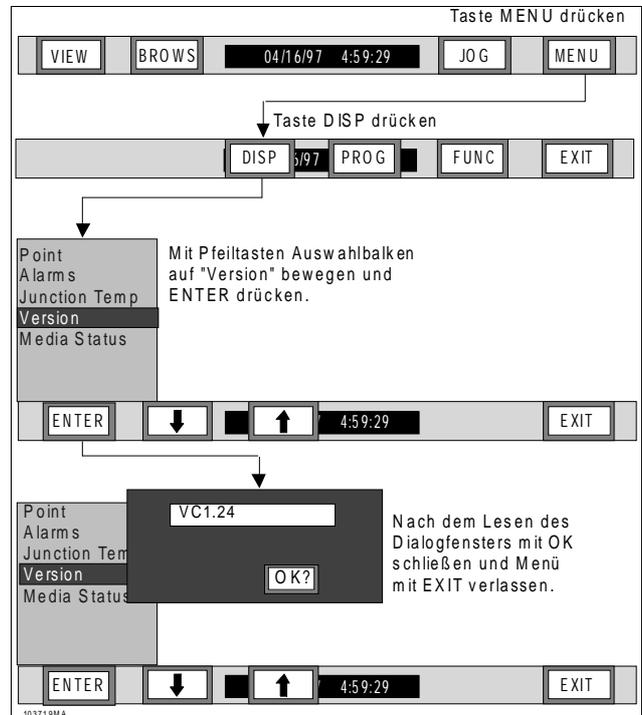

Bild 3-27 Ablaufdiagramm Version ausgeben
D. Version – Diese Funktion des Anzeigemenüs gibt in einem Pop-up-Fenster den Versionsstand der Software aus. Um den Versionsstand Ihres Geräts anzuzeigen, führen Sie folgende Schritte durch (siehe Bild 3-27):